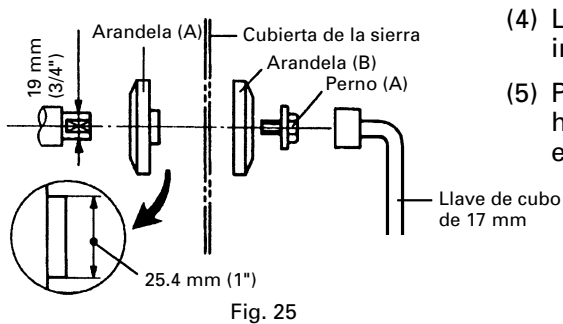

Fig. 25
1. Montaje de la hoja de sierra (Fig. 24-a, Fig. 24-b y Fig. 25)